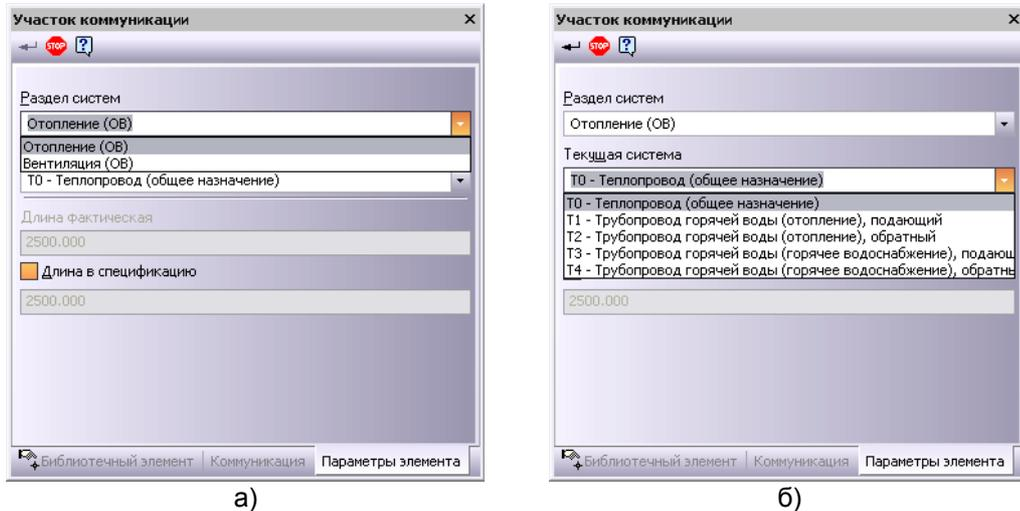

Рис. 2.16 Вкладка **Параметры элемента** при редактировании участка коммуникации: а) выбор раздела систем б) выбор текущей системы
1. На вкладке **Параметры элемента**, расположенной на **Панели свойств** выберите **Раздел систем**, **Текущую систему** (Рис. 2.16).